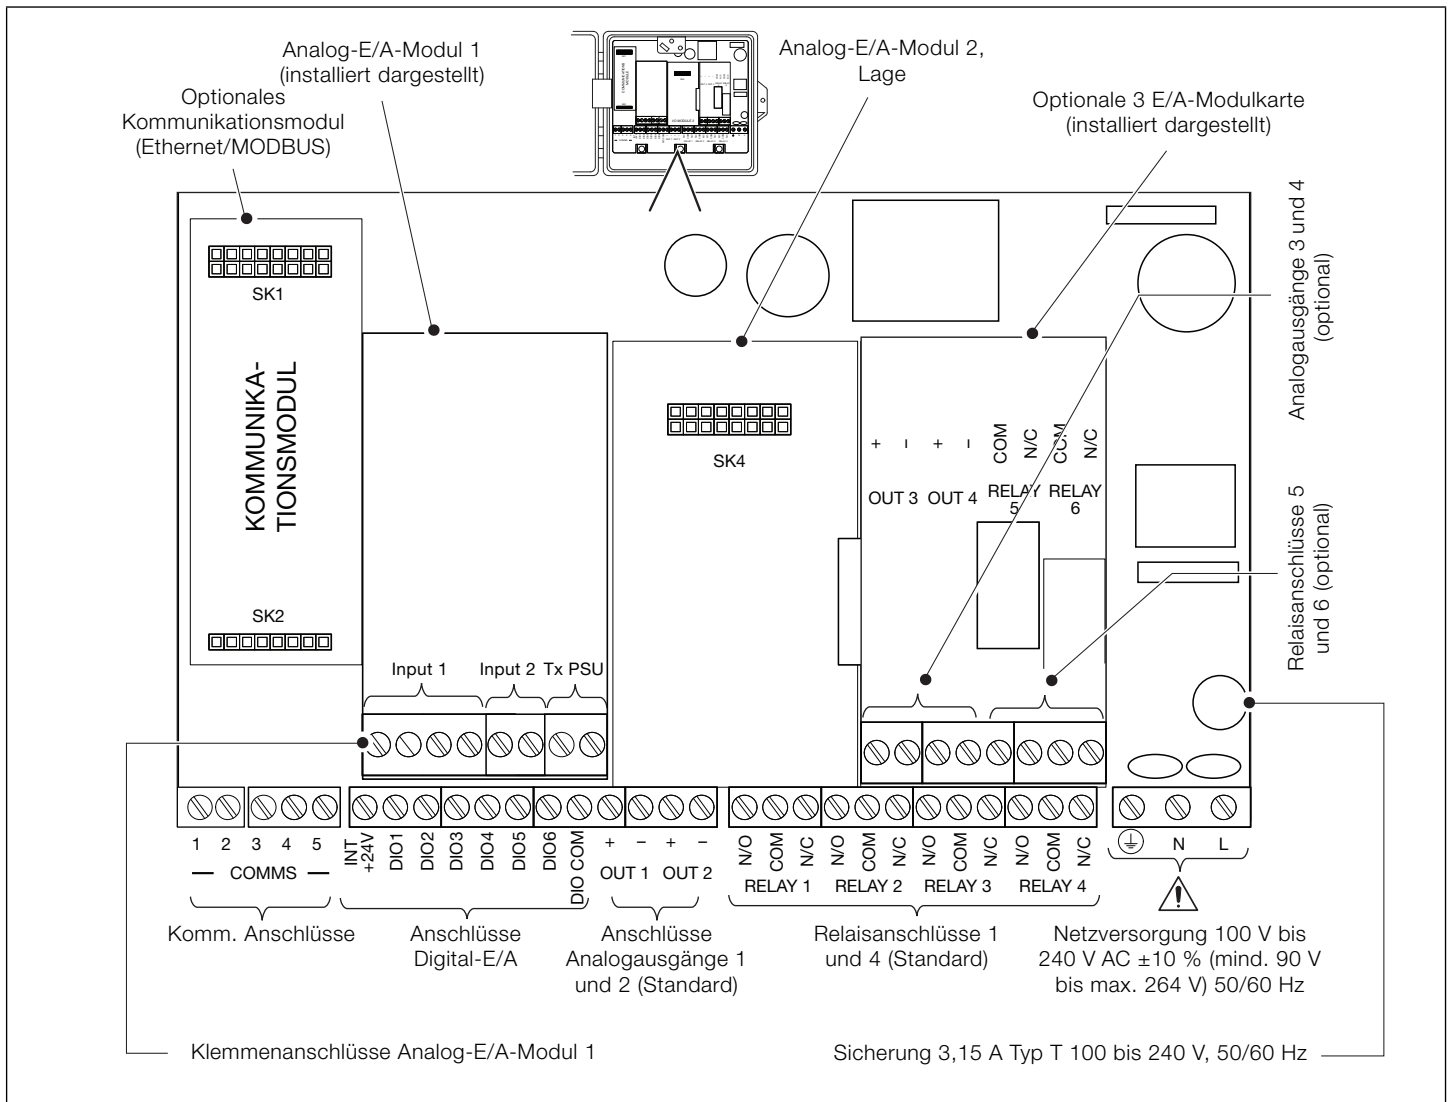

Abb. 8 CMF160/310 Elektrische Anschlüsse
- Achten Sie darauf, dass die richtigen Sicherungen installiert sind – Sicherungsdetails siehe Abb. 8.
1. Lösen Sie die (unverlierbare) Befestigungsschraube an der Klappe der Elektronikeinheit (A) mit einer 1/4-Umdrehung gegen den Uhrzeigersinn mit einem Pozidrive-Schraubendreher, und öffnen Sie das Gehäuse.
2. Drehen Sie die Befestigungsschraube der Abdeckplatte (B) gegen den Uhrzeigersinn, bis die Abdeckplatte (C) abgenommen werden kann.
3. Stellen Sie die Verbindungen an den Klemmen der Anschlussplatine her – siehe Abb. 8, Seite 8.